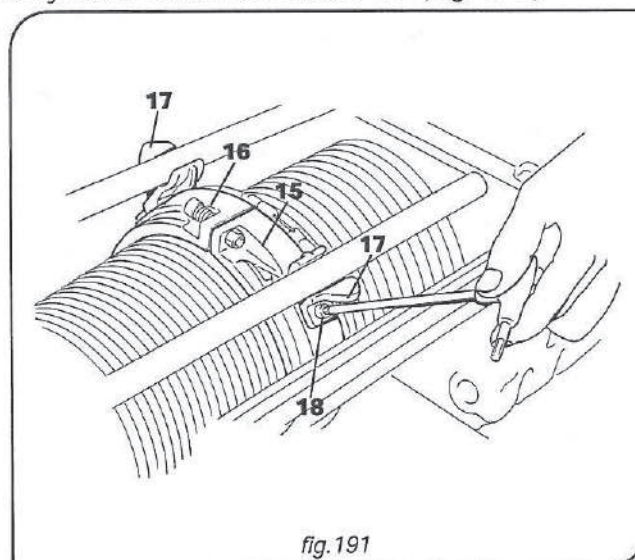

fig.191
9. Remover de las semi-abrazaderas -15- (lado opuesto salida de la cuerda) y -16- (lado salida de la cuerda) los patines/brazos de reacción en bronce -17- desatornillando los respectivos tornillos -18- (fig. 191)
8. Remover las semi-abrazaderas -15- (lado opuesto salida de la cuerda) y -16- (lado salida de la cuerda) los deslizadores/brazos de reaccion en bronce -17- desatornillando los respectivos tornillos -18- (fig. 191).